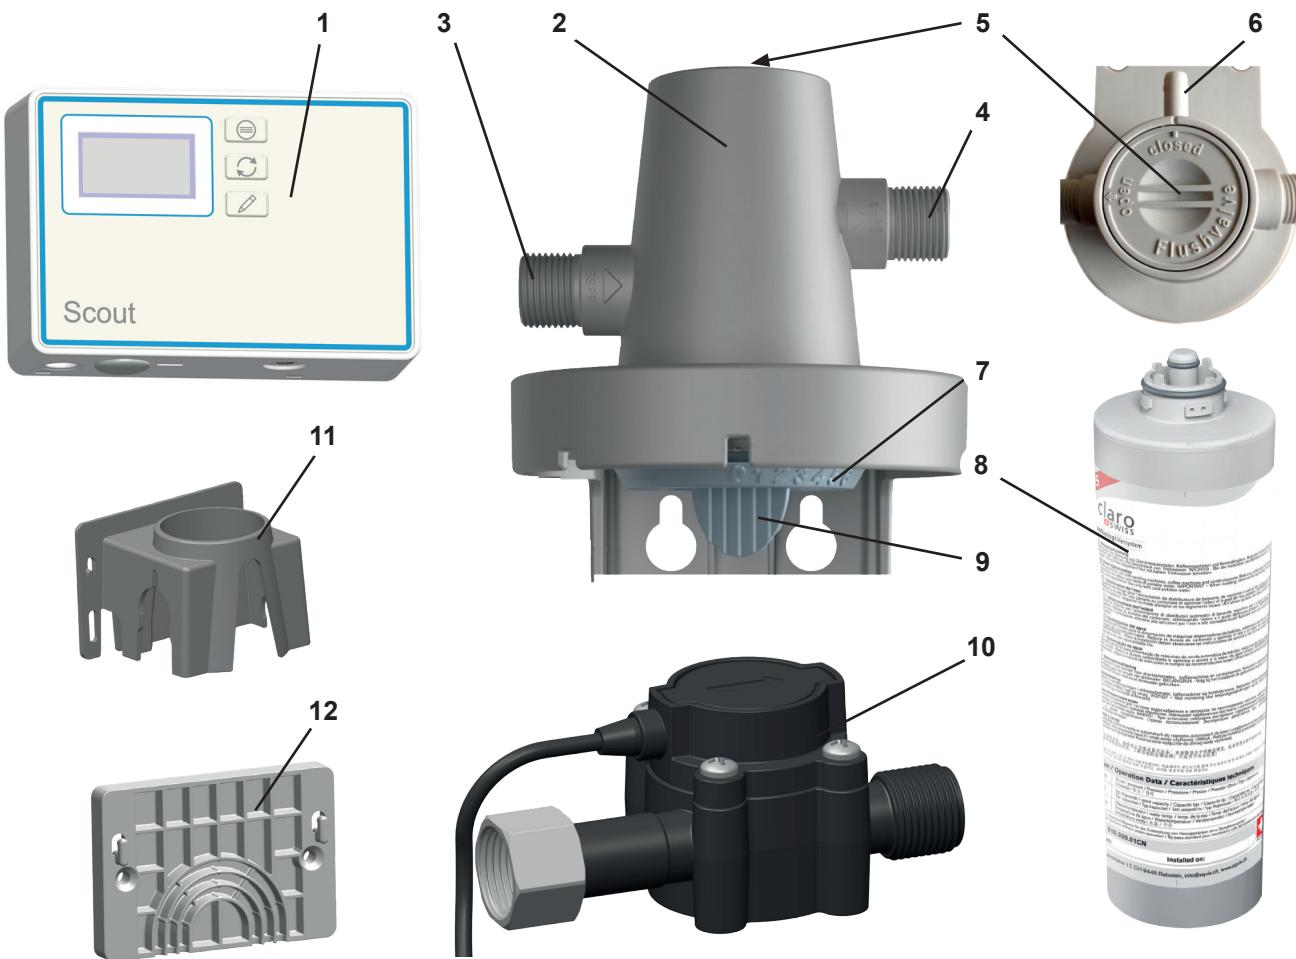

Fig. 1
- 1 débitmètre pour l'adoucisseur d'eau POWER steamer (pos. 1, 10, 11, 12, Fig. 1)
⇒ Visser l'adaptateur 3/4" - 3/8" sur le raccord de l'unité de détection (10, Fig. 1)